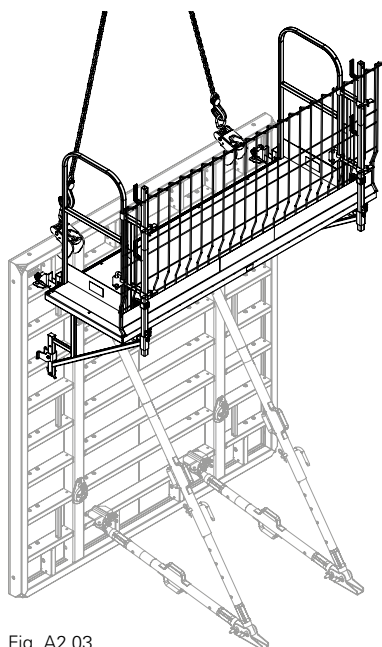

Fig. A2.03
7. Transporter l'élément jusqu'au lieu d'utilisation à l'aide de la grue. (Fig. A2.03)